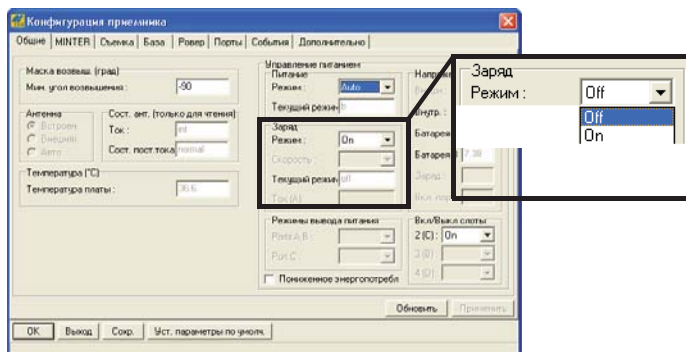

Рис. 2-8. Выбор режима зарядки
4. В разделе **Заряд** левой кнопкой мыши нажмите на выпадающий список рядом с полем **Режим** и выберите нужный режим зарядки (Рис. 2-8 на стр. 2-12). Поле **Текущий режим** указывает на заряжающуюся батарею: а, b или off (батареи не заряжаются).